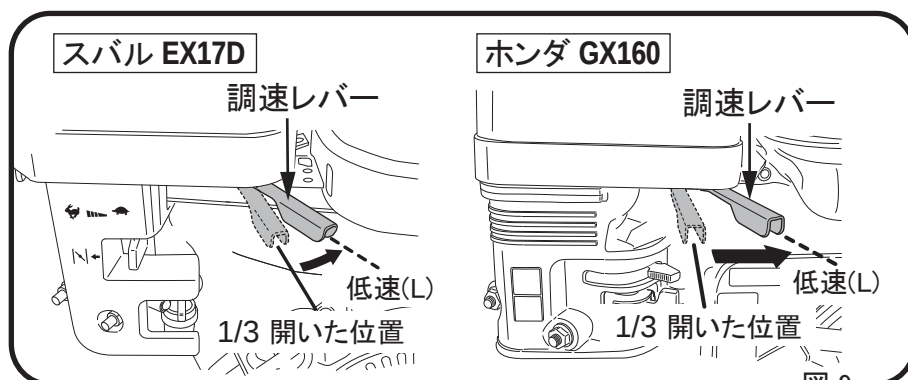

図 9
- 8 エンジン始動後、負荷をかけずに1～2分低速で暖機運転します。この間にガス漏れ異常音が無いか注意してください。バイブレーターを使用する場合は、暖機運転後にフレキシブルシャフトをエンジン盤に取り付けてください。(図9)